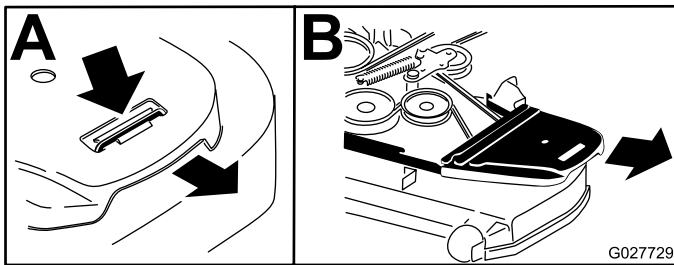

Bild 58
4. Entfernen Sie die Riemenabdeckungen (Bild 58).